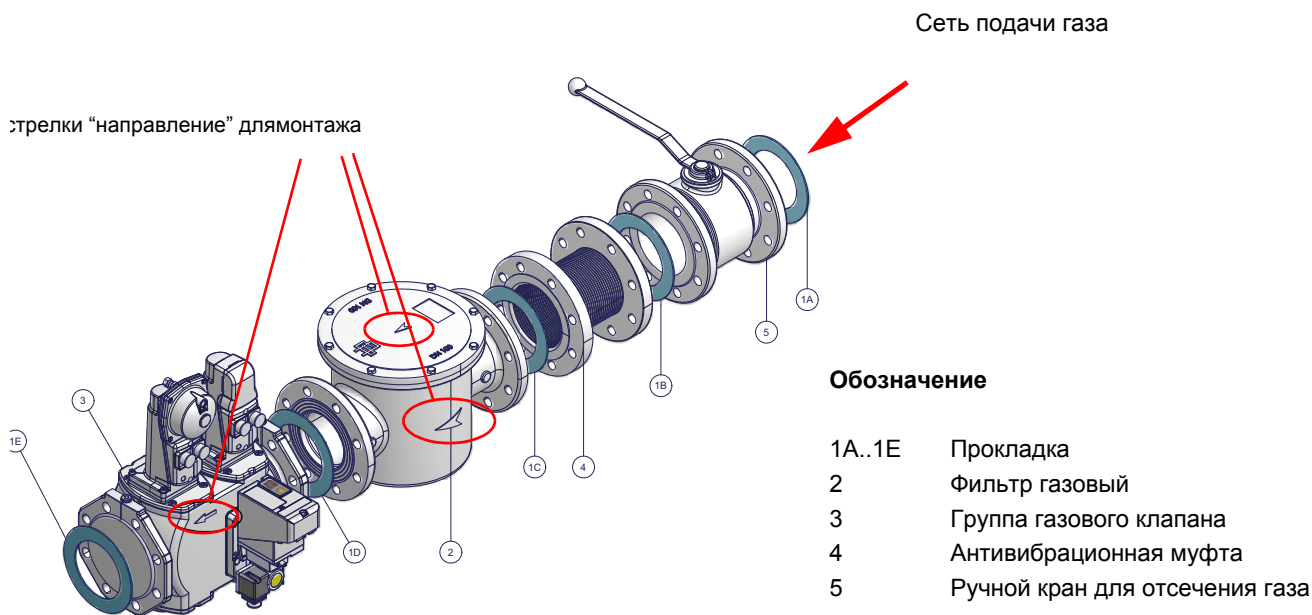

Рис. 3 - Пример газовой рампы
1 - б) при фланцевых соединениях: между соседними компонентами устанавливать прокладку (1A..1E - Рис. 3), совместимую с используемым газом,
**ВНИМАНИЕ:** после монтажа газовой рампы согласно схеме на Рис. 3, необходимо провести тестирование на герметичность газового контура, согласно требований действующих нормативов.
ВНИМАНИЕ: после монтажа газовой рамы согласно схеме на Рис. 3, необходимо провести тестирование на герметичность газового контура, согласно требований действующих нормативов.